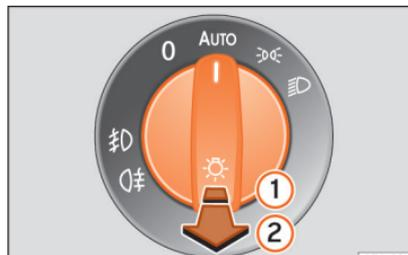

Abb. 79 Instrumententafel: Lichtschalter.
- **Nebelscheinwerfer einschalten** 0⊕: Lichtschalter aus den Positionen »«, 0⊗ oder **AUTO** bis zur ersten Raste »» **Abb. 79** ① herausziehen.